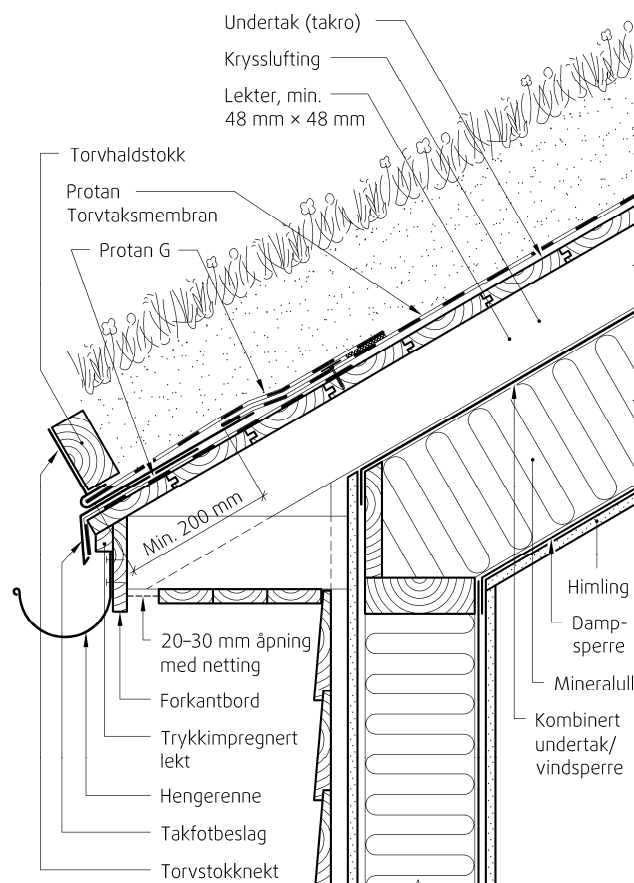
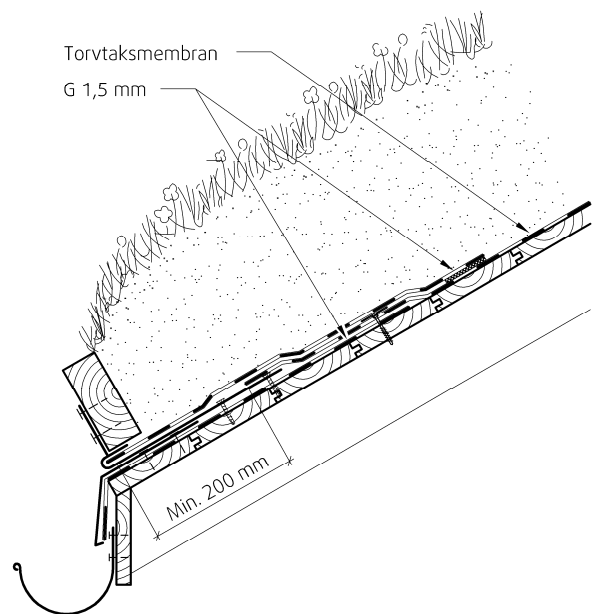

Fig. 1
Fig. 2
Protan Torvtaksmembran brukes på kalde, luftede skrå tak med takvinkel større enn 6°, se fig. 1. Torvtaksmembranen legges rett på luftet taktro med torv direkte oppå torvtaksmembranen, se fig. 2. Torvtaksmembranen festes mekanisk til underlaget.
- Knekt til torvhaldstokk (ved utvendig renneløsning - se fig. 2)
Ved bruk av utvendig renne, avsluttes torvtaksmembranen med festepunkter (skruer og skiver) Se fig. 2. Alternativt kan Protan G sveises til plastbelagt takfotbeslag med forsterkninger av Protan G over hver beslagskjøt. Torvhaldstokk monteres langs takfot ved å feste torvhaldskroker med skruer gjennom membranen og ned i bærende underlag. Det anbefales å skru ned i taksperrene med solide treskruer. Smalere baner av Protan G legges over torvstokknektene, som det fremgår av fig. 2 og sveises i overkant.